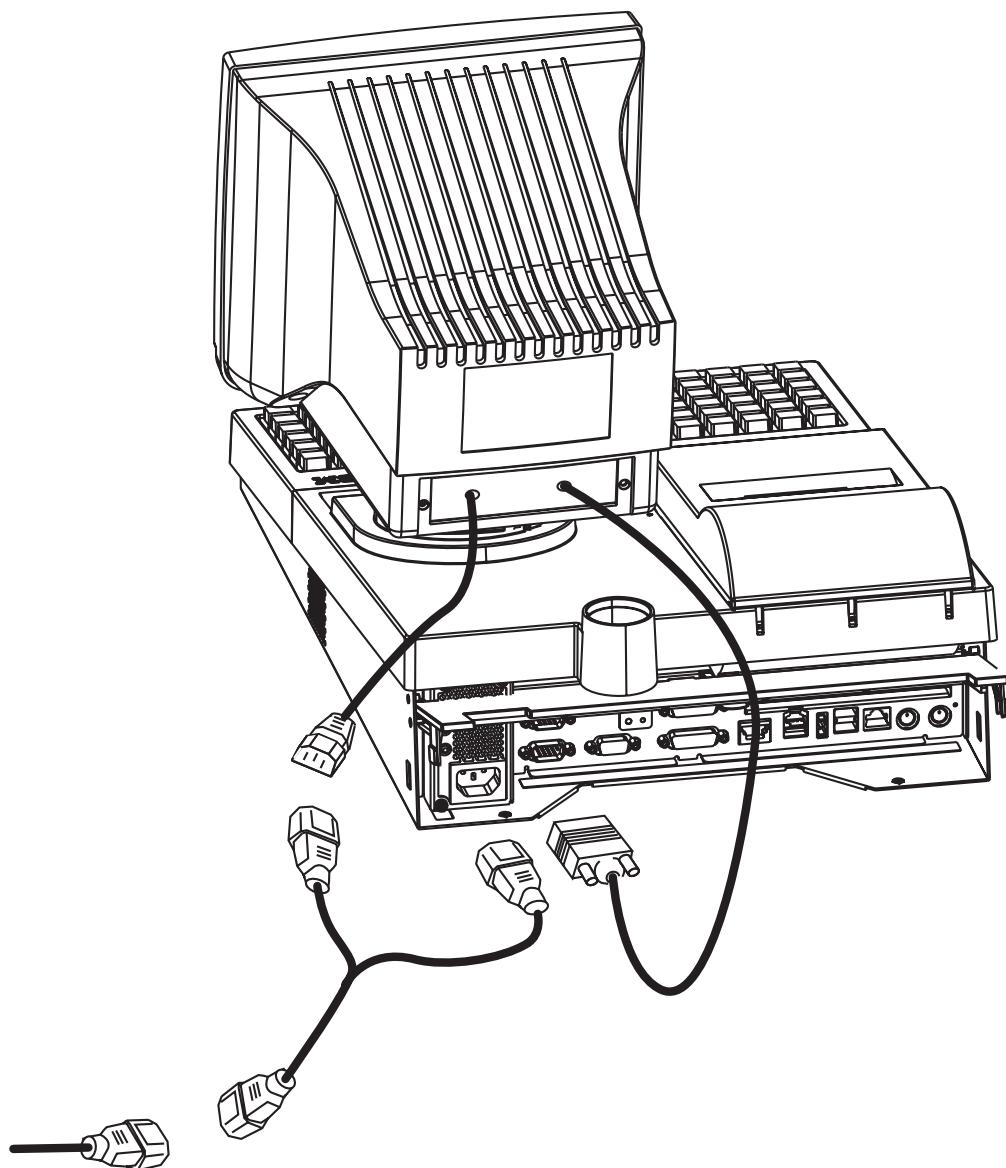

图 34. 拔掉显示监视器电缆
2. 请参阅图 34。从后挡板拔掉视频电缆，并从连接到后挡板电源插头的 "Y" 适配器拔掉电源线。